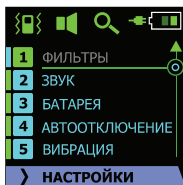
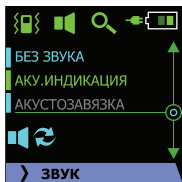
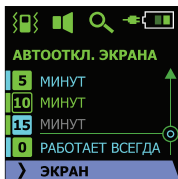
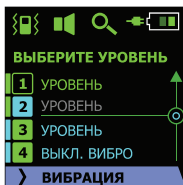

Рис. 7 – главное меню
Рис. 9 – установка параметров звука
Рис. 11 – выбор времени автоматического отключения экрана
Рис. 12 – выбор уровня вибрации
- нажать кнопку , после чего изделие отображает главное меню, на экране высвечивается картинка, представленная на Рис. 7;
- Находясь в главном меню (Рис. 7), кнопками «**▲**» и «**▼**» выбрать строку «ЗВУК» и подтвердить выбор кнопкой **OK** или «**▶**», на экране откроется подменю настроек звука (Рис. 9).
- Находясь в главном меню (Рис. 7), кнопками « ^ » и « v » выбрать строку «БАТАРЕЯ» и подтвердить выбор кнопкой OK или « > », на экране откроется подменю выбора типа элементов питания (Рис. 10).
- Находясь в главном меню (Рис. 7), кнопками «**▲**» и «**▼**» выбрать строку «АВТООТКЛЮЧЕНИЕ» и подтвердить выбор кнопкой **OK** или «**➤**», на экране откроется подменю выбора возможных вариантов времени автоматического отключения экрана (Рис. 11)
- Находясь в главном меню (Рис. 7), кнопками « ^ » и « v » выбрать строку «ВИБРАЦИЯ» и подтвердить выбор кнопкой **OK** или « > », на экране откроется подменю выбора уровня интенсивности вибрации (Рис. 12).